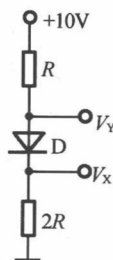

图 15.7
15.2.1 电路如图 15.7 所示, 设 D 为硅二极管, 试确定: 二极管 D 是正偏还是反偏, 计算 V_X 和 V_Y 值。